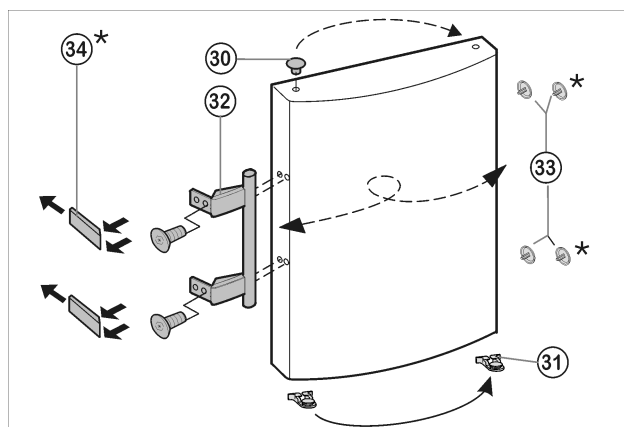

Fig. 7
- Извлеките пробку Fig. 7 (33) из опорной втулки дверцы и переставьте.
- ▶ Снимите и переставьте на противоположную сторону дверную ручку Fig. 7 (32), пробку Fig. 7 (33) и прижимные пластины\* Fig. 7 (34).